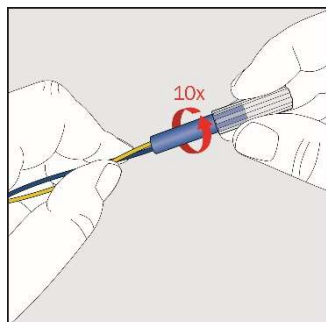

Abb. 3-33
- Drehen Sie den Anschlussstecker um 5-6 volle Umdrehungen, d.h. 10 Handgriffe (Abb. 3-33)